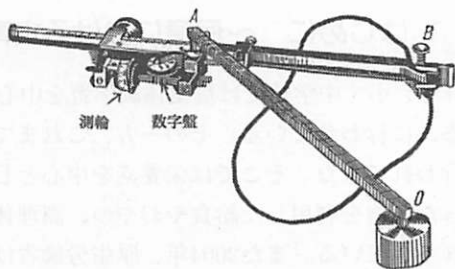

図3 プラニメータ
④は三角形の3辺の長さがすべて測量でわかる場合、利用できる数学の有名な公式である。そのヘロンは、精密ねじ（ウォーム）を使った照準儀を発明している。この原理は、16世紀にレオナルド・ディグスが考案したトランシット（経緯儀）へと受け継がれた。⑤は土地が河川などを境として屈曲がはなはだしいか、または曲線に囲まれている場合に利用する。基準線と境界線の間を台形によって分割し、数学の台形公式で面積を求める。境界線が折線ならば、それを一辺とする台形を作り、曲線ならば、近似精度を上げるように細かく台形分割する。
⑥のプラニメータという器械は、図形の外周線が不規則な形をしている場合や、地図の上で簡単に面積を求める時に用いる。この器械の外観を図3に示す。固定桿OAは極